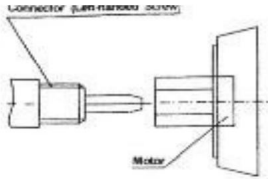

fig.3
7. Les placer à un endroit approprié lorsque le moteur est connecté à la tête vibrante. Visser le connecteur de la tête vibrante sur le moteur (comme fig.3).